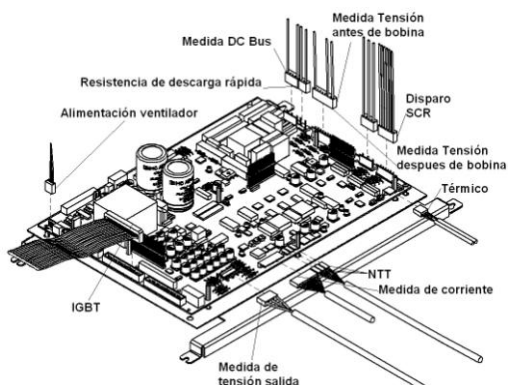

Figura 7.3.6. Retirar el cableado de la tarjeta de potencia.
Consultar la figura 7.3.6 mientras se siguen estas instrucciones:
- 7) Conectar los diferentes cables en sus respectivos conectores (ver figura 7.3.6)